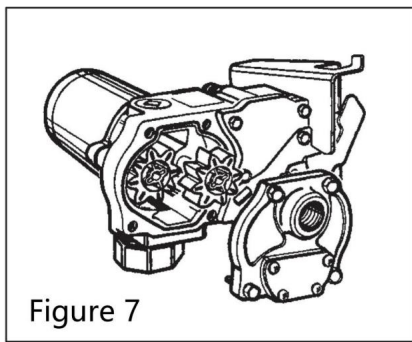

Figure 7
- Soulevez la clé d'entraînement et les engrenages de la pompe. (Figure 7)